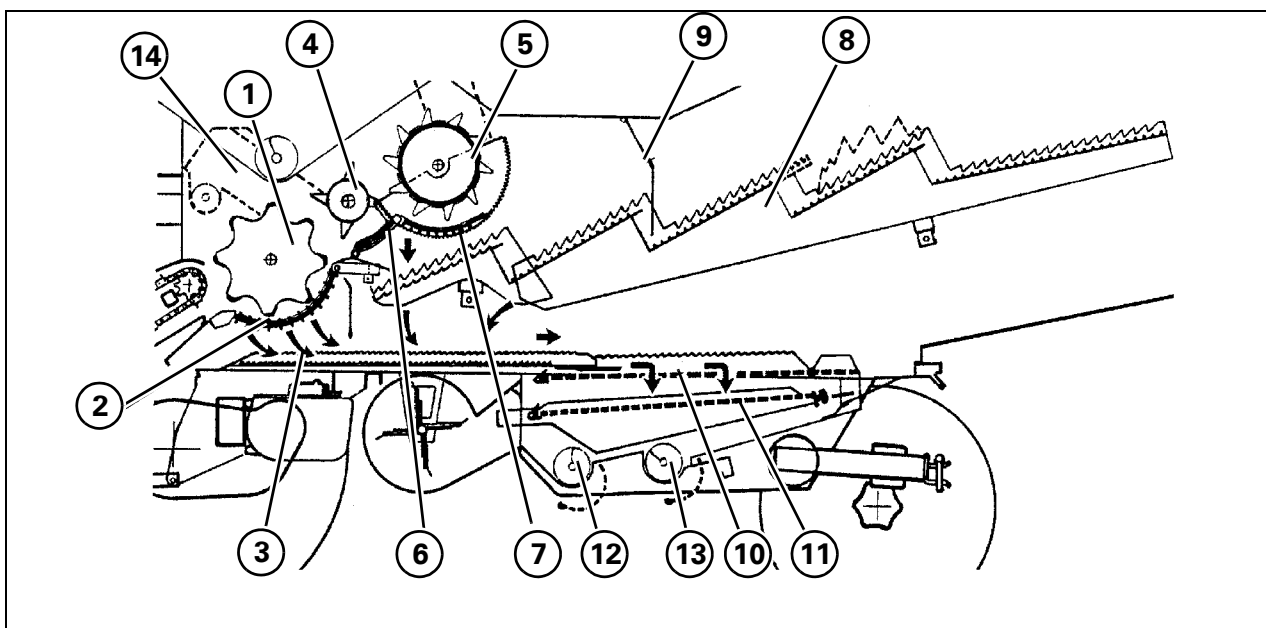
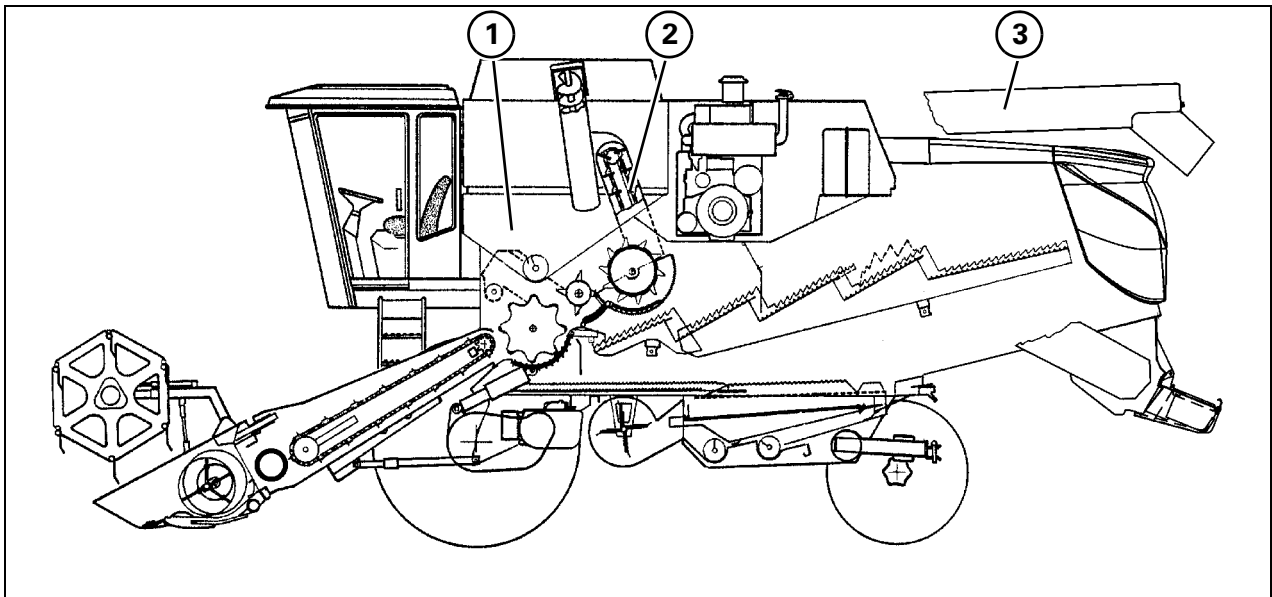

Рис. 3
Рис. 4
### 2. Обмолот - Рис. 3
### 3. Сепарация - Рис. 3
### 4. Очистка - Рис. 3 и Рис. 4
Зерна проходят через нижнее сито (11), подаются поперечным шнеком (12) на элеватор (2 - Рис. 4), затем поступают в зерновой бункер.
### 5. Хранение и разгрузка зерна - Рис. 4